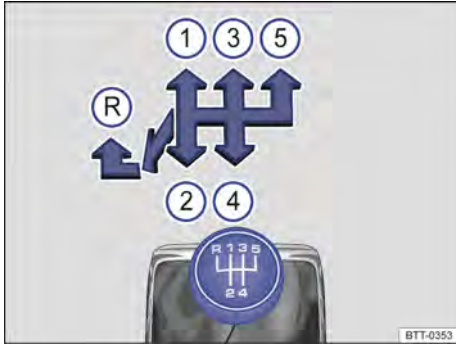

Fig. 93 Esquema de la transmisión manual de 5 marchas.
Las posiciones de cada una de las marcha están representadas en la palanca de cambios → fig. 93.
- Empujar la palanca de cambios totalmente hacia la izquierda y después hacia adelante hasta la posición de la marcha atrás → fig. 93 (R).